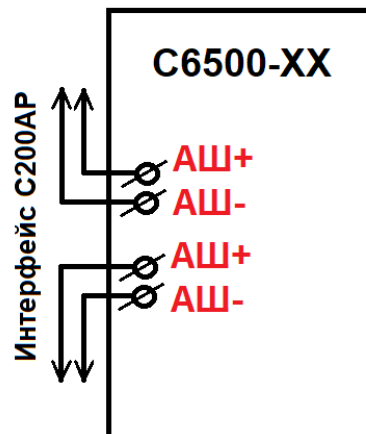

Рисунок 9
3.7.5 Подбор положений приёмо-передатчика производится путём закручивания или откручивания юстировочных винтов углов положения в горизонтальной и вертикальной плоскостях (см. рис. 9).